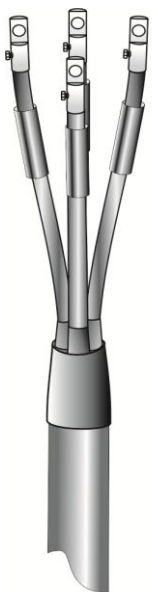

Рис.6
6.Определить длину жил по месту присоединения и обрезать. Надеть на жилы кабеля манжеты для герметизации наконечников. Замерить глубину трубчатой части наконечников и по полученному размеру снять с жил кабеля изоляцию. Оконцевать жилы кабеля болтовыми наконечниками. Обезжирить трубчатые части наконечников (Рис.6).